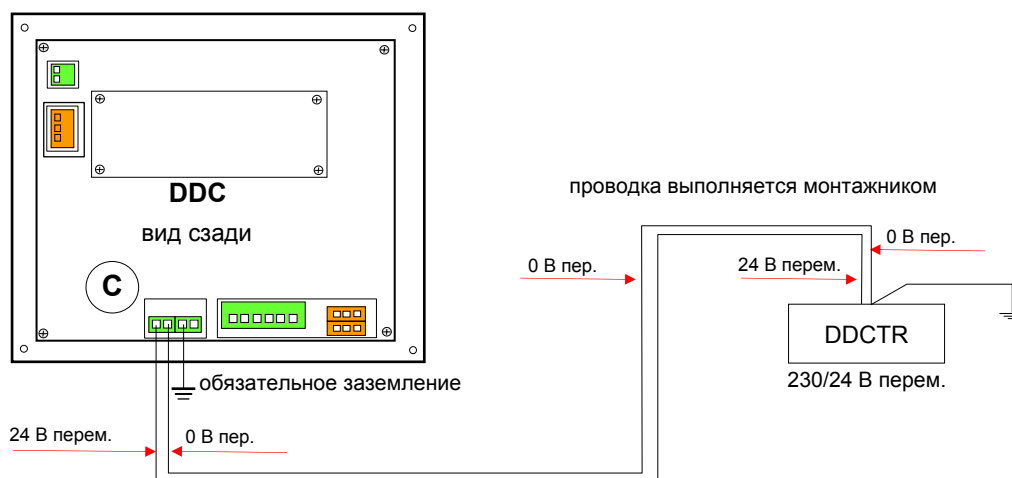

Рисунок 45 - Электропитание DDC от внешнего трансформатора подготавливается монтажником
В Таблица 33 приведены усл. обозначения для соединительных схем панели DDC из настоящего раздела, с Рисунок 45 по Рисунок 58.
УСЛ. ОБОЗНАЧЕНИЯ СОЕДИНИТЕЛЬНЫХ СХЕМ ПАНЕЛИ DDC (с Рисунок 45 по Рисунок 58)
Трансформатор должен быть установлен монтажником в специальном наружном щитке (смотри Рисунок 45).
3. Провести кабель питания (сторона панели DDC) через специальное отверстие в крышке панели DDC и выполнить соединение как показано на Рисунок 45, соблюдая полярность: